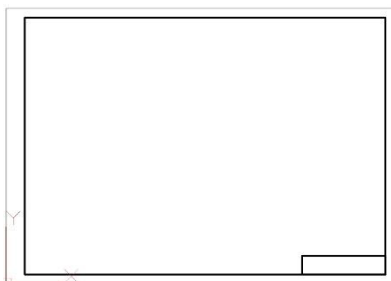

Fig. 1 Chenar A3
- Simbolul rugozității va respecta aspectul definit de standard și prezentat în enunț (fig. 1).